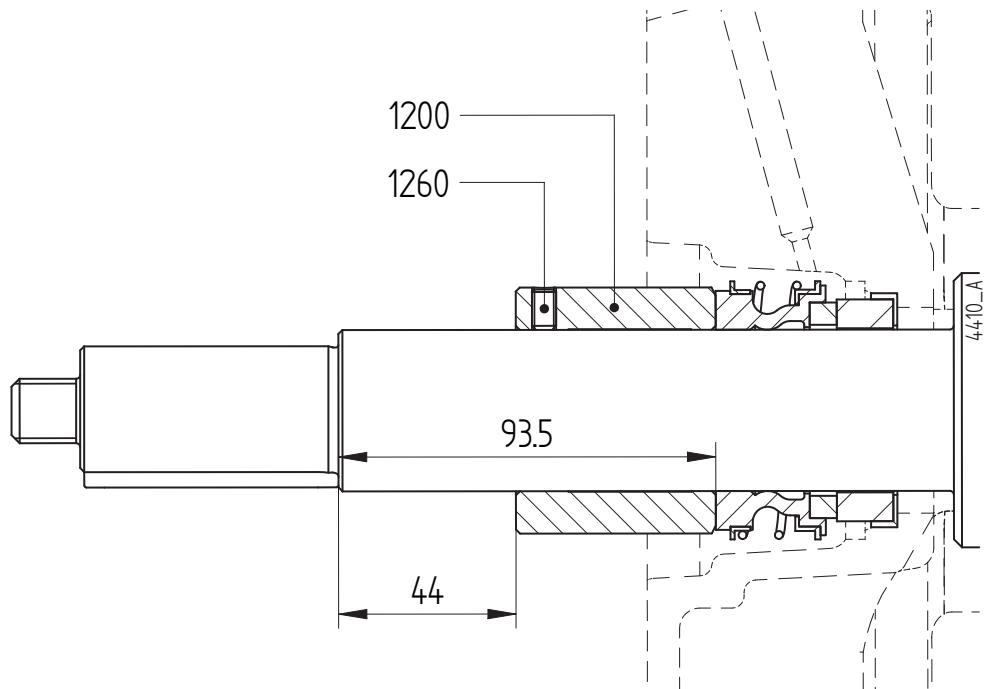

Bild 12: Justering av mekanisk tätning M1 för pumpstorlek 200-160.
- 2 Montera axelbussningen (1200) och justera avståndet till shaktöppningen till 44 mm. Se bild 12 i paragraf 7.6.3 "Montering av en mekanisk tätning M1". Drag åt stoppskruvarna (1260).
- 2 Endast pumpstorlek 200-160: Skruva loss stoppskruvarna (1260). Se bild 12.
- 7 Endast pumpstorlek 200-160: Justera avståndet mellan distanshylsan och shaktöppningen till **44 mm**. Fixera distanshylsan med stoppskruvar (1260). Se bild 12.